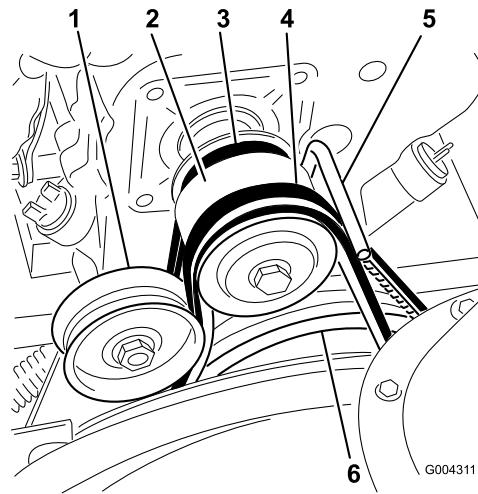

Figura 31
2. Paracinghia (2)
3. Allentate il guidacinghia (Figura 31).
4. Togliete la cinghia di trasmissione della coclea/ventola dalla puleggia del motore e la puleggia grande della coclea/ventola (Figura 31).
9. Togliete la cinghia di comando della trazione dalla puleggia del motore e la puleggia grande di trazione (Figura 31).
11. Fate passare la cinghia sopra la puleggia del motore, accertandovi che la cinghia sia nella relativa guida (Figura 31).
16. Montate la cinghia di trasmissione della coclea/ventola attorno alla puleggia grande della coclea/ventola ed alla puleggia del motore, verificando che la cinghia si trovi all'interno della puleggia tendicinghia e nella propria guida (Figura 31).
2. Allentate il guidacinghia (Figura 31).
3. Togliete la cinghia di trasmissione della coclea/ventola dalla puleggia del motore e la puleggia grande della coclea/ventola (Figura 31).
4. Montate una cinghia nuova sulla puleggia grande della coclea/ventola (Figura 31).
5. Fate passare la cinghia sopra la puleggia del motore, accertandovi che la cinghia sia all'interno della puleggia tendicinghia e nella propria guida (Figura 31).